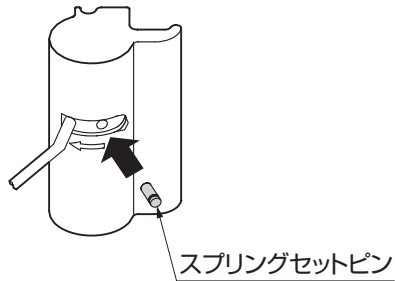

図6-3
⑤ 所定の巻込み量を巻込んだら、スプリングセットピンを挿入しスプリングが戻らないようにしてください。(図6-3参照)